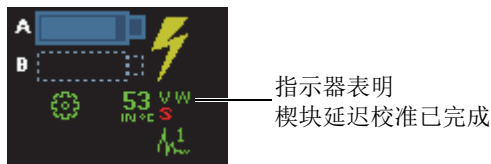

图 5-10 为所有聚焦法则完成了校准后的楔块延迟指示器 (W)
- 至此, 楔块延迟已被校准。屏幕左下角的楔块延迟校准指示器 (**W**) 变为绿色 (参见第 129 页的图 5-10)。